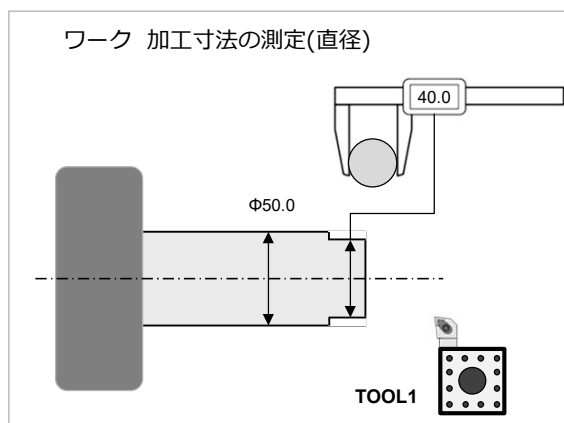

図 4
5. X軸は動かさずに、切削した部分のワークの直径を測定します。(図4) 測定した値をX軸に入力します。